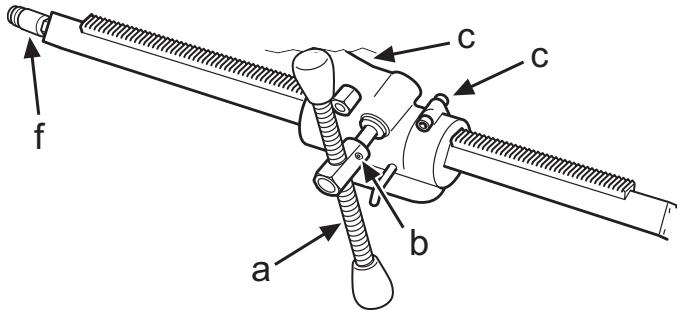

Fig. 7
- Allentando la vite di bloccaggio (b) con la chiave a brugola da 6 mm è possibile spostare l'impugnatura dell'alimentatore (a) sul lato opposto dell'alloggiamento alimentatore (fig. 7) all'occorrenza.
- Il gioco rispetto alla colonna di foratura può essere ridotto al minimo utilizzando le 2 viti (c) (fig. 7).
- Durch Lösen der Sicherungsschraube (b) mit dem 6-mm-Innensechskant kann der Vorschubgriff (a) bei Bedarf auf die andere Seite des Bohrwagens gebracht werden (Abb. 7).
- Der Abstand zur Bohrsäule kann mit zwei Schrauben (c) auf ein minimales Spiel reduziert werden (Abb. 7).
- Quand la vis de blocage (b) est desserrée à l'aide d'une clé hexagonale de 6 mm, la poignée d'alimentation (a) peut, si nécessaire, être déplacée de l'autre côté du carter d'alimentation (Fig.7).
- Le jeu au niveau du pilier de forage peut être réglé au minimum à l'aide de 2 vis (c) (Fig. 7).
- Door de borgschroef (b) met een 6 mm inbussleutel los te maken kan de toevoerhandgreep (a), indien nodig, naar de andere kant van het toevoerhuis worden verplaatst (Fig. 7).
- De ruimte tegen de boorkolom kan afgesteld worden op minimale speling met behulp van 2 st. bouten (c) (Fig. 7).